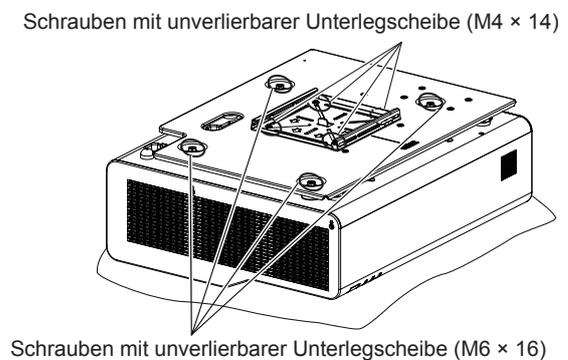

Abb. 2
- 7) Entfernen Sie die vier Schrauben mit unverlierbaren Unterlegscheiben (M6 × 16), mit denen das Projektormontagehalterungsset am Projektor befestigt ist. (Abb. 2)
- 8) Entfernen Sie die vier mitgelieferten unverlierbaren Unterlegscheibenschrauben (M4 × 14) am Projektormontagehalterungsset, um die Verbindungsplatte von der Projektormontagehalterung zu entfernen. (Abb. 2)